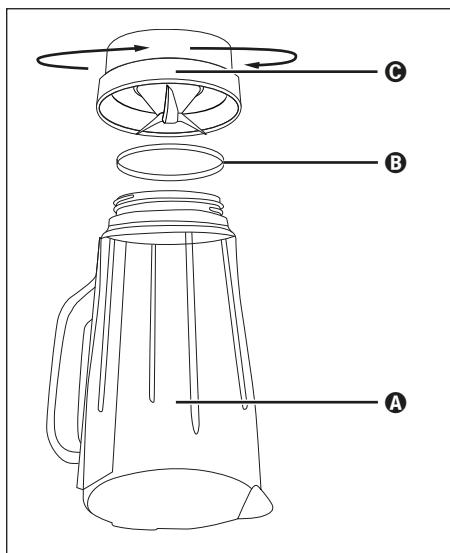

Abb. 4
- 2) Stellen Sie das Gerät auf den Kopf und drehen Sie das Plastikteil Ⓞ des Mixaufsatzes Ⓛ gegen den Uhrzeigersinn, so dass es sich vom Glasteil Ⓐ des Mixaufsatzes Ⓛ lösen lässt (siehe Abb. 4).